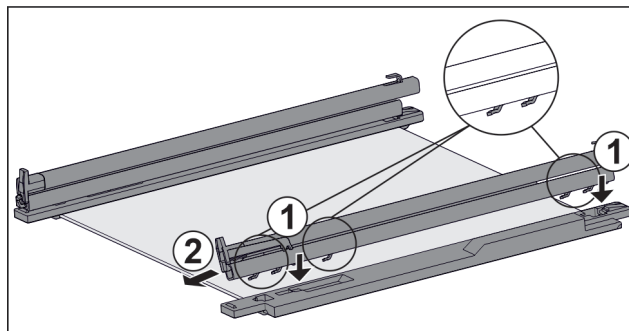

Fig. 227 Glasplatte mit Schienen und Halteteilen
- Haken der Schiene auf die Öffnungen des **linken** Halteteils setzen. Fig. 227 (1)
- Schiene nach vorne ziehen. Fig. 227 (2)
- Haken der Schiene auf die Öffnungen des **rechten** Halteteils setzen. Fig. 227 (1)